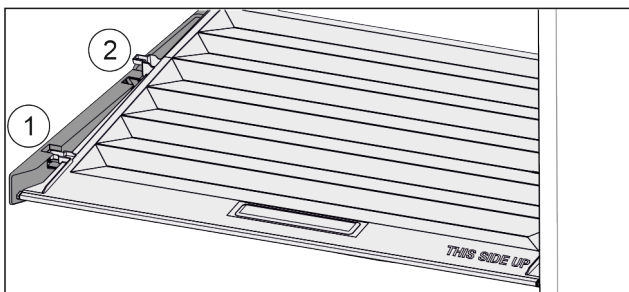

Fig. 43
- ▶ Deslice la tapa hacia delante hasta la abertura de las piezas de sujeción *Fig. 43 (1)*.
- ▶ Levántela por detrás desde abajo y retírela tirando hacia arriba *Fig. 43 (2)*.